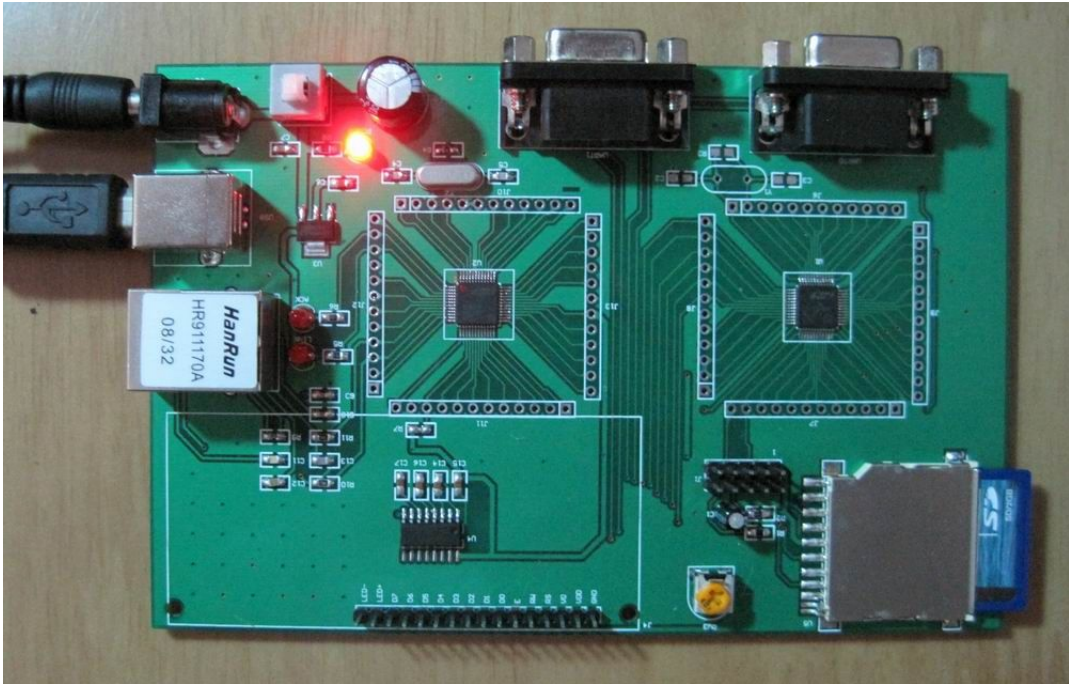

图 4-13 连接电脑
Step2: 插入 SD 卡，接上 A-B USB 线连接电脑，打开电源如图 4-13: